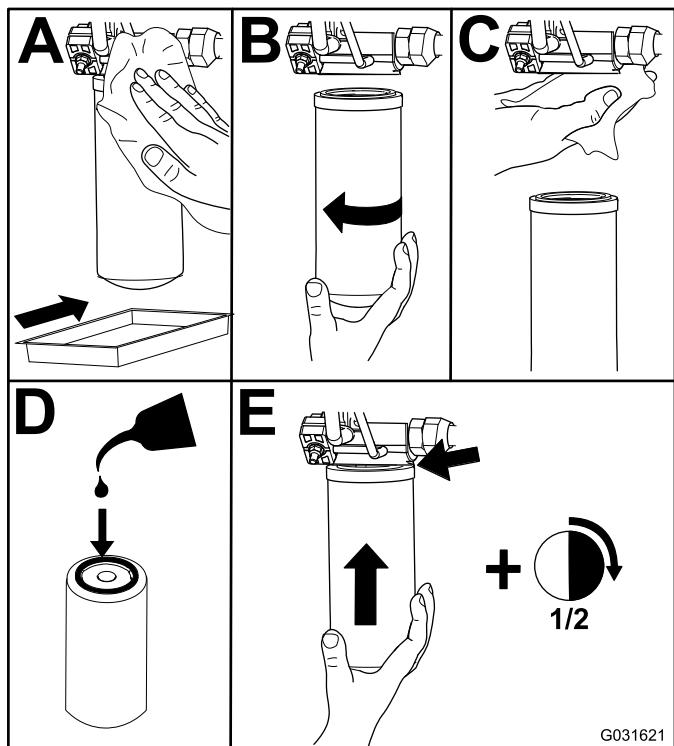

図 68
2. **図 68** のようにして、油圧昇降部のチャージ油
する **図 68**。